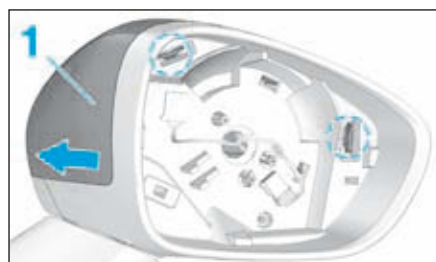

FIG.28
- Dégrafer et déposer le coquille (1) (Fig.28).